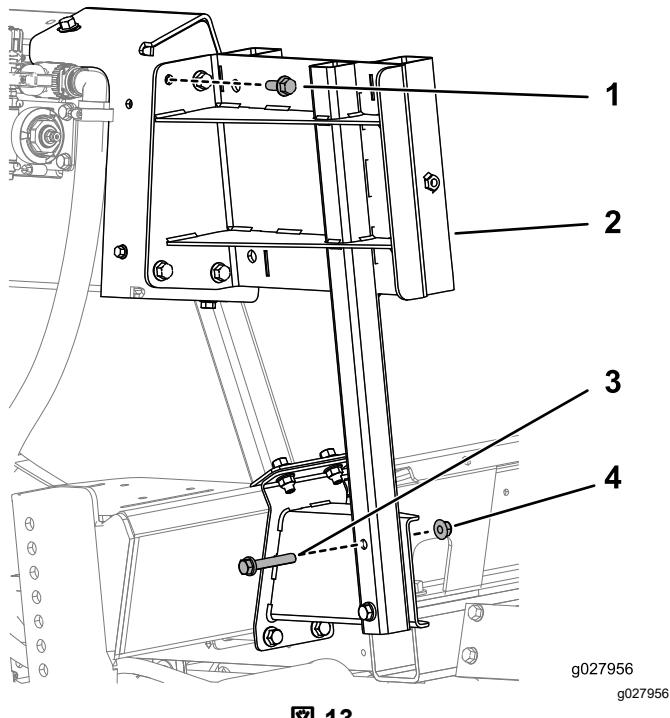

図 13
5. **図 13** のように、リールシェルフ・サポートブラケットを上側ブラケットと下側ブラケットに取り付けるボ